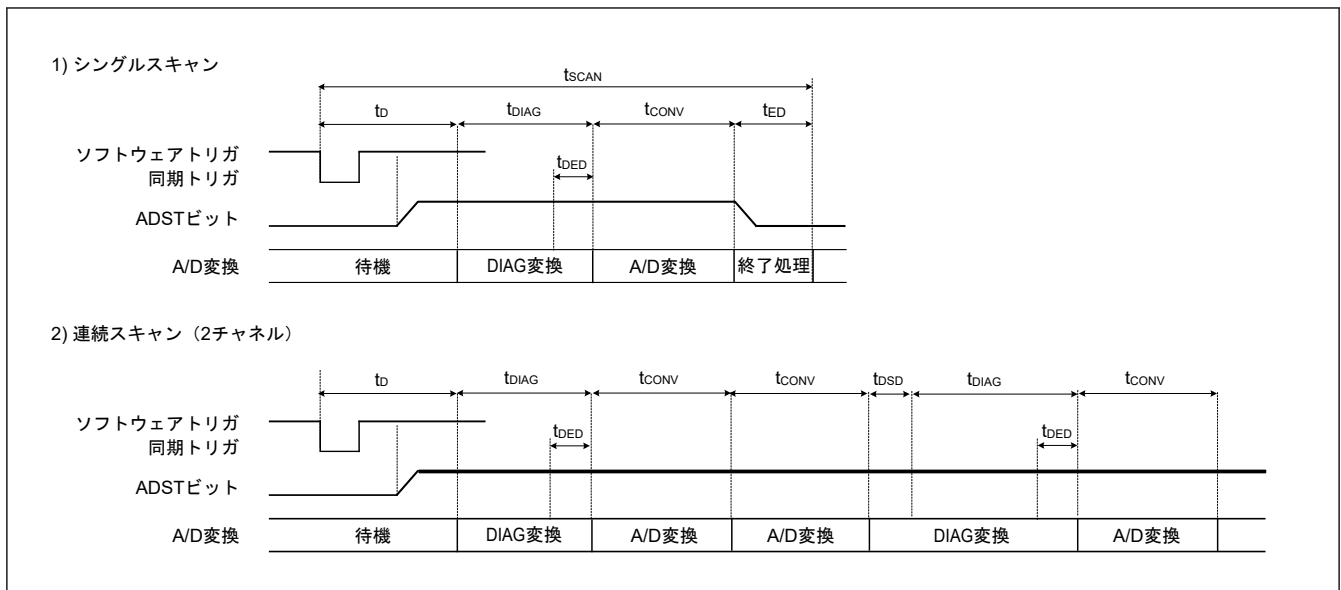
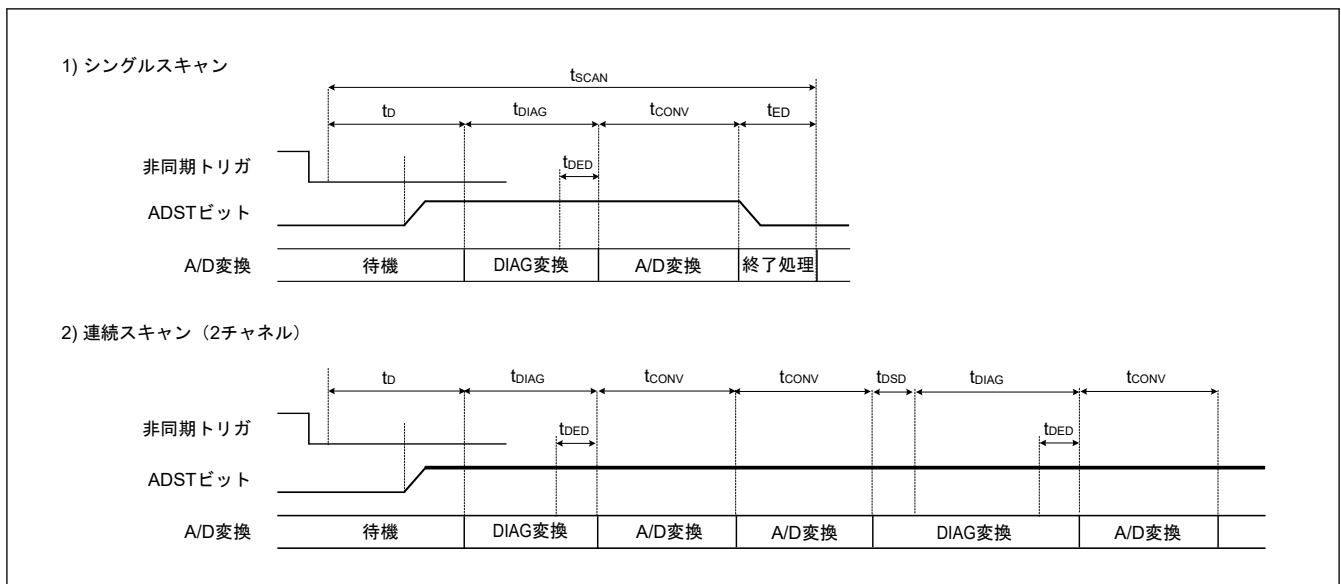

図 29.25 スキャン変換のタイミング (ソフトウェア起動または同期トリガ入力 (ELC) 起動の場合)
図 29.26 スキャン変換のタイミング (非同期トリガ入力 (ADTRG0) 起動の場合)
図 29.25 に、ソフトウェアトリガまたは同期トリガ (ELC) 起動によりスキャン変換を行う場合のタイミングを示します。また、図 29.26 に、非同期トリガ (ADTRG0) 起動によるスキャン変換を行う場合のタイミングを示します。スキャン変換時間 ( $t_{SCAN}$ ) はスキャン変換開始遅延時間 ( $t_D$ )、断線検出アシスト処理時間 ( $t_{DIS}$ )(注1)、自己診断 A/D 変換処理時間 ( $t_{DIAG}$  および  $t_{DSD}$ )(注2)、A/D 変換処理時間 ( $t_{CONV}$ )、およびスキャン変換終了遅延時間 ( $t_{ED}$ ) を含めた時間となります。
- 注 1. tD、tDIAG、tCONV、および tED の各タイミングについては、図 29.25 および 図 29.26 を参照してください。